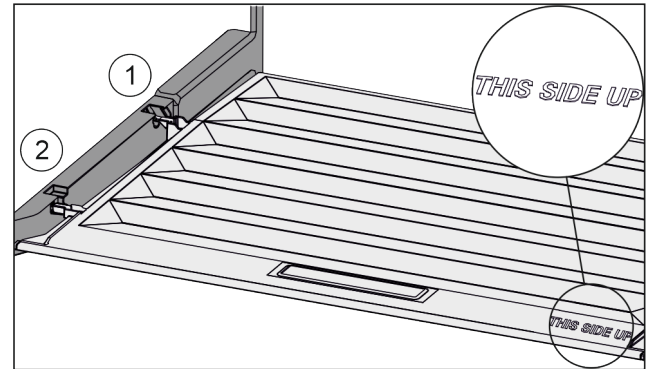

Fig. 171
- ▶ 从后部固定支架 Fig. 171 (1)开口导入桥形接片并卡入固定支架 Fig. 171 (2)的前端。